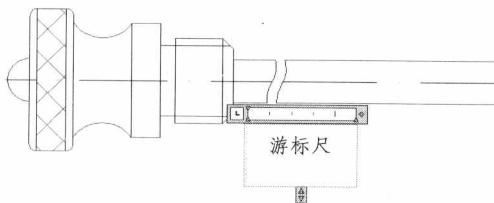

图 1-20 文字效果
**STEP 09** 文字效果。在菜单栏中执行“绘图>文字>多行文字”菜单命令后输入文字，如图 1-20 所示。